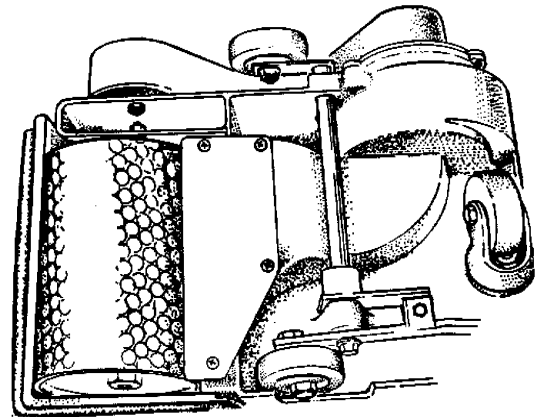

Рисунок 12
5. Выровняйте пылевой башмак с барабаном и затяните винты. См. рис. 12.